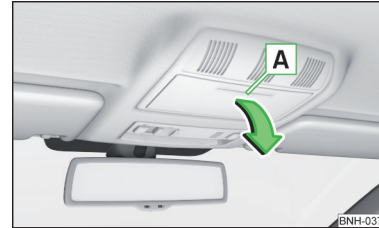

Abb. 71
- Auf den Deckel des Brillenfachs im Bereich **A** » Abb. 71 drücken. Das Fach klappt in Pfeilrichtung.
- Den Deckel des Brillenfachs entgegen der Pfeilrichtung schwenken » Abb. 71, bis er hörbar einrastet.